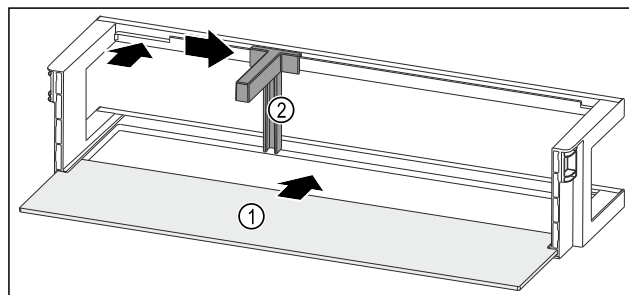

Fig. 190 Raft montat pe ușă cu raft
- ▶ Împingeți în interior raftul Fig. 190 (1) în degajările laterale.
- ▶ Introduceți suportul pentru sticle Fig. 190 (2) în degajare.
- ▶ Împingeți în lateral suportul pentru sticle Fig. 190 (2) în poziția dorită.